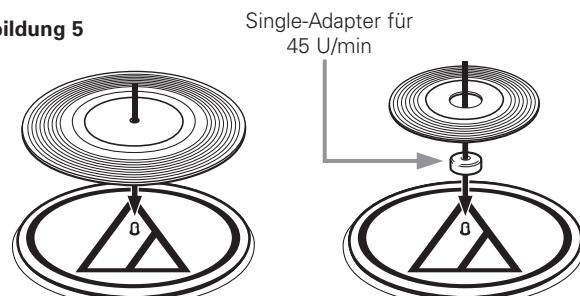

Abbildung 5
2. Legen Sie eine Schallplatte auf den Plattenteller. Verwenden Sie den Single-Adapter für 45 U/min, falls erforderlich (Abb. 5).